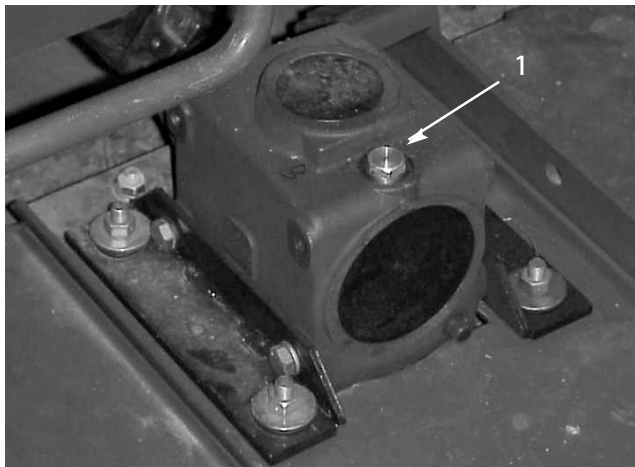

図 25
2. マシンとカッティングユニットを平らな場所に駐車させ、カッティングユニットを降下させる。ギア・ボックスの上部についているディップスティック兼給油プラグ (図 25) を取り、オイルの量が、ディップスティックについている2本のマークの間にあることを確認する。油量が少なければ、SAE 80-90 wt. ギア用潤滑油を 2 本のマークの中間まで補給する。